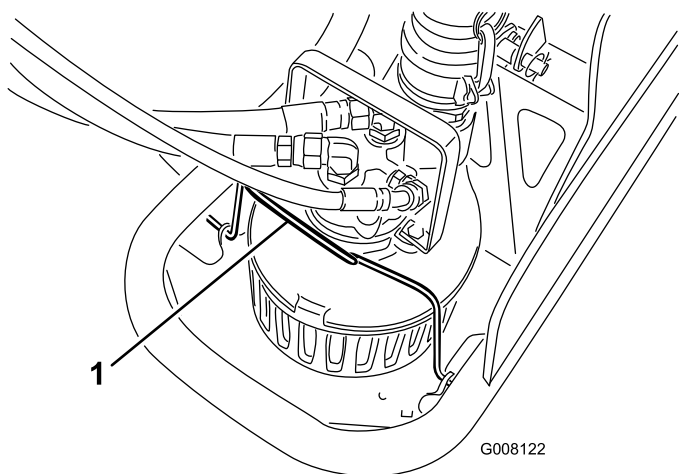
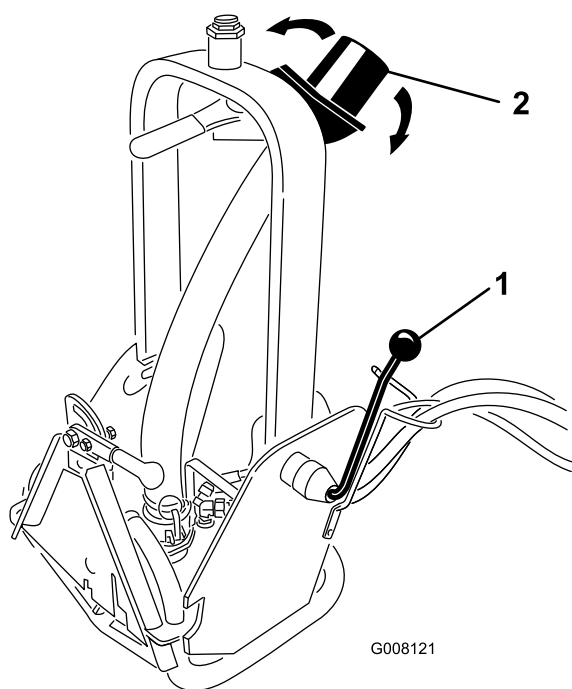

Figure 9
Figure 10
2. Vérifiez que la fixation de la pompe (Figure 9) et la poignée de verrouillage (Figure 10) sont bien serrées avant de commencer.